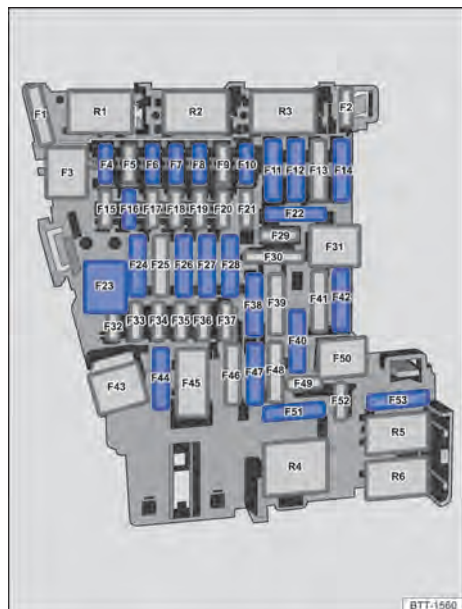

Fig. 204 No painel de instrumentos: disposição dos fusíveis.
a) Observar o local de instalação. Local do fusível montado de fábrica conforme representa a figura → Fig. 204.